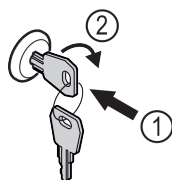

Fig. 114
- ▶ Vstavite ključ Fig. 114 (1).
- ▶ Ključ obrnite v smeri urnih kazalcev za 90° Fig. 114 (2).